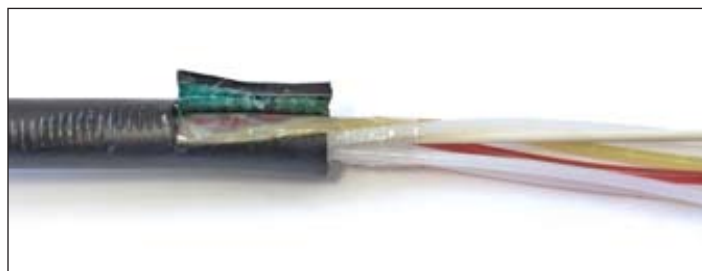

Рисунок 4.9 – Разрез оболочки ОК совместно с алюминиевой лентой
4.4.5 При наличии у ОК внутренней алюмополиэтиленовой оболочки сделать на полиэтиленовой оболочке совместно с алюминиевой лентой под ней продольный разрез на длине 15 мм от ее торца, а затем – круговой на 1/2 длины окружности. Отогнуть участок оболочки вместе с лентой (рис. 4.9).